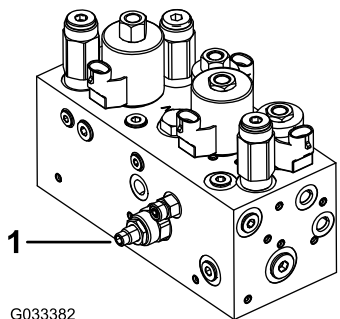

Figura 48
Il circuito di sollevamento/abbassamento degli apparati di taglio è provvisto di una valvola di regolazione del flusso (Figura 48). Questa valvola è preimpostata in fabbrica a circa 3 giri di apertura, ma può essere necessario regolarla per compensare le differenze di temperature del fluido idraulico, velocità di tosatura, ecc.
1. Alzate il sedile e individuate la valvola di regolazione del flusso per il telaio di trazione centrale (Figura 48) situata sul lato del collettore idraulico.